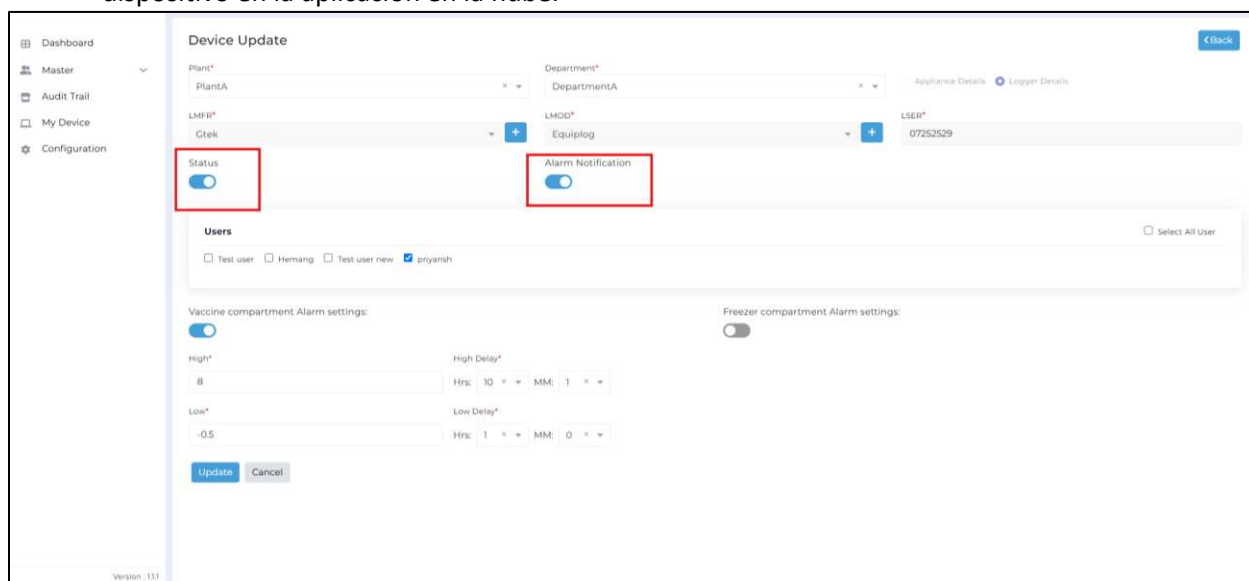

Figura 60 Habilitar/deshabilitar notificación de alarma para el dispositivo seleccionado
- De manera similar, para las actualizaciones de estado activo/inactivo del dispositivo, las notificaciones se pueden habilitar haciendo clic en el botón “Estado”, como se muestra en la figura 60.